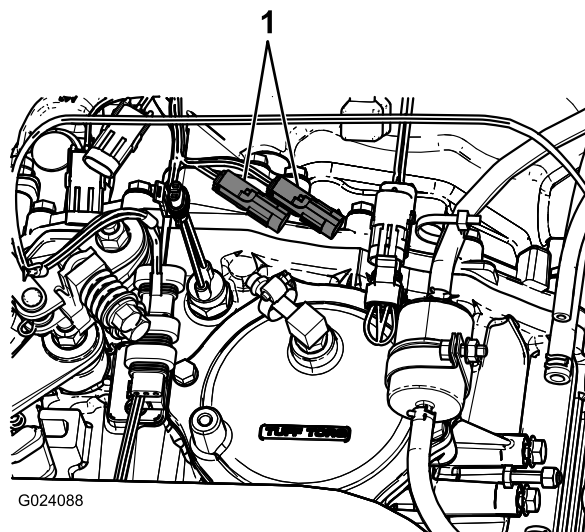

Figura 12
9. Collegate il sensore di velocità esistente al connettore del sensore di velocità e il connettore di uscita del sensore di velocità al nuovo cablaggio preassemblato (Figura 12).